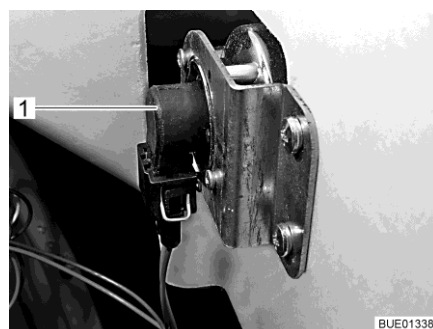

Bild 288 Körriktningsvisare
- Greppa tag bakom lamphållaren (Bild 288,1).